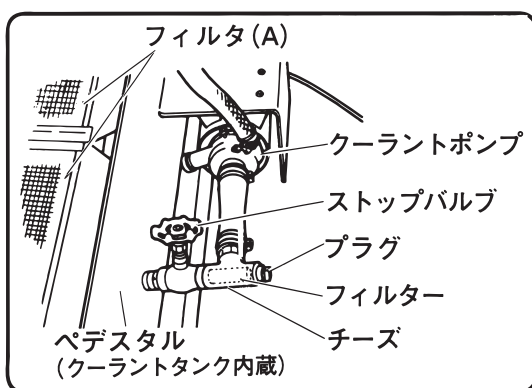

図 30
(2) クーラントタンク内にも切りくずがたまる場合がありますので、定期的に掃除してください。
- 注** ・ フィルターを定期的に点検してください。(図30参照)
(2) チーズ内のフィルターの洗浄方法
- ① ストップバルブを時計方向にまわして、クーラントタンクから切削液の流れを止めます。(図30参照)
- ② チーズに取り付けられたプラグをスパナでゆるめて取りはずし、中のフィルターを取りだします。
- ③ フィルターを石油や水にひたし、やわらかいブラシでよく洗い、つぎに水道等の流れ落ちる水でよく洗います。
- ④ フィルターを洗浄後、チーズへ取付けてください。また、プラグは切削液が漏れないよう十分締付けてください。
- ⑤ 最後にストップバルブを反時計方向にまわし、ストップバルブを開きます。